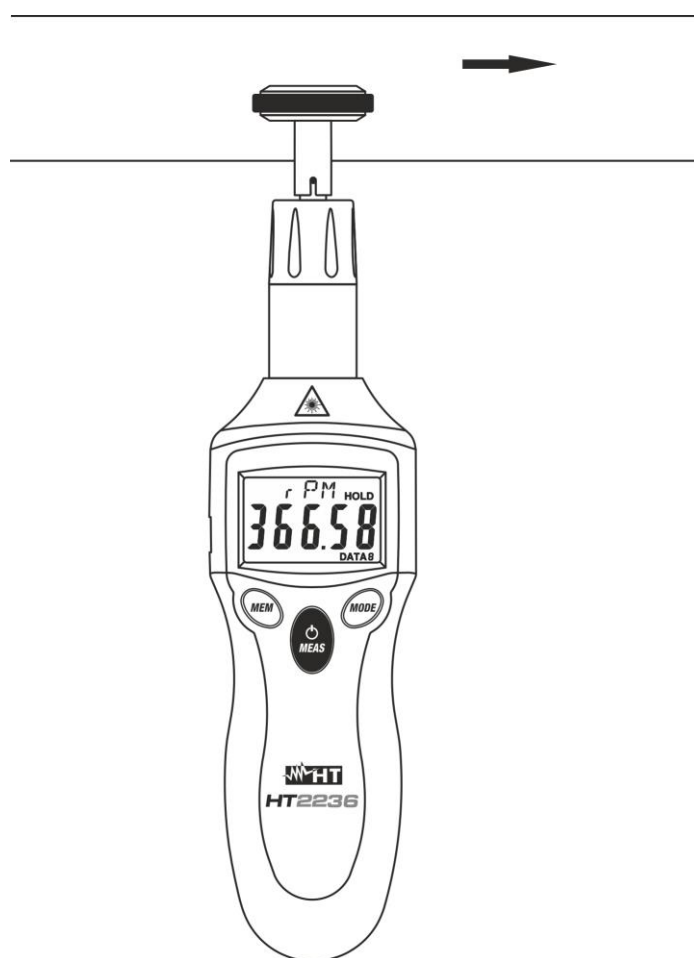

Fig. 4: Medição da velocidade de contato
6. Pressione e segure o botão **MEAS** colocando o terminal da ponteira de borracha no objeto de teste (ver Fig. 4) e realizar a medição